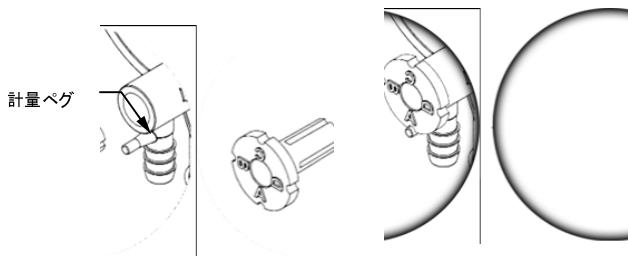

図 4. 計量ペグ “A” 下向きに挿入する
- 図4のように、A-D計量ペグをAを底にして取り付けます。取り上げチューブに薬剤が入るまでカバーを保ちます。
- 次表を参照して所定の希釈度を提供する計量ペグを選択します。底部の文字を所定の設定に合わせます。底部では固定ピンが計量ペグを固定しています(図 4 参照)。